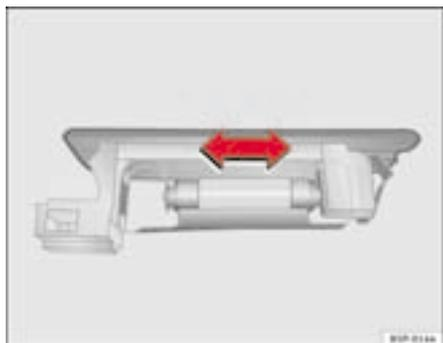

Fig. 164 Luz do porta-bagagens
- Pressionar a lâmpada na parte lateral e extraí-la do respectivo alojamento ⇒ fig. 164. ■